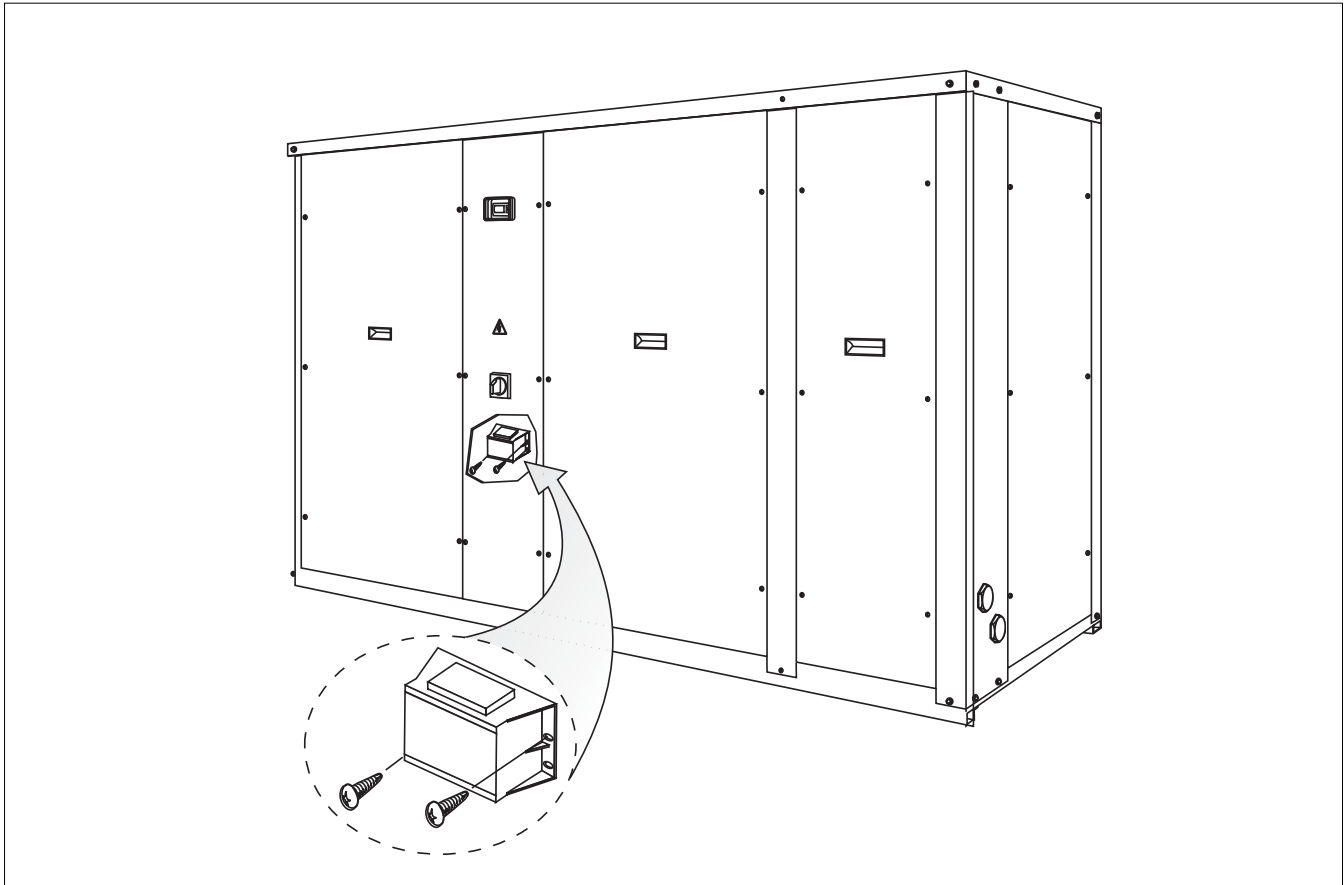

Fig. 6
- Den mitgelieferten Transformator im Elt.Schaltkasten, wie im Abb. 6 gezeigt, einbauen.
**N.B:** Den mitgelieferten Transformator im Elt.Schaltkasten, wie im Abb. 6 gezeigt, einbauen .